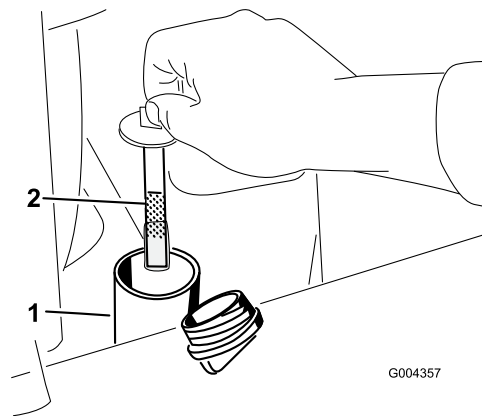

Figura 50
5. Retire el tapón y la varilla del depósito hidráulico (Figura 50).